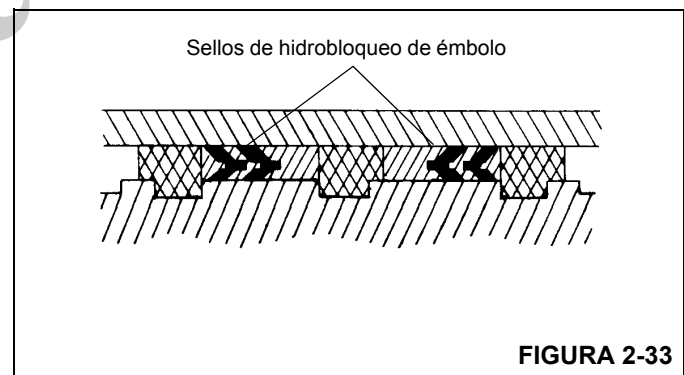

FIGURA 2-33
7. Instale los sellos de hidrobloqueo en el émbolo (Figura 2-33).